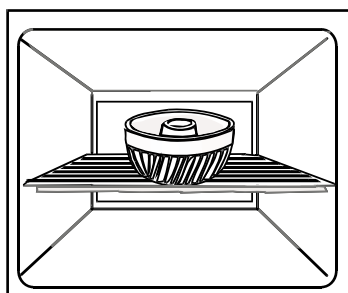

Fig. 26
- toujours placer les moules et autres récipients de cuisson sur la grille et jamais sur la plaque cuisson. (fig. 26 et 27),